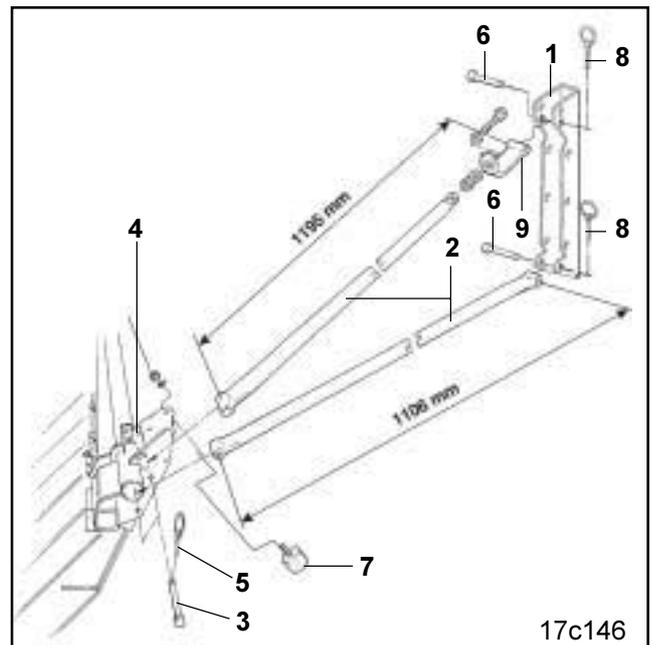
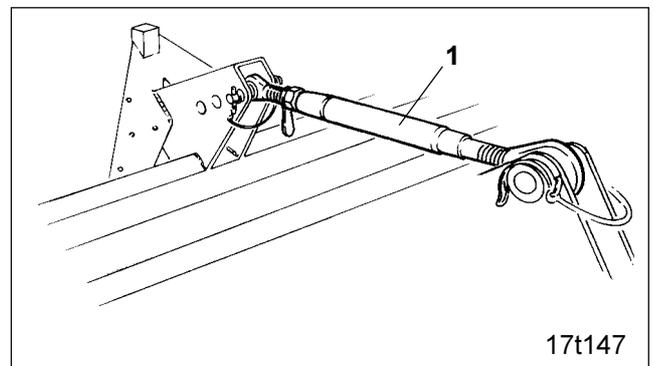

Fig. 25.3
Fig. 25.7
Taschen (Fig. 25.3/1) an den Seitenteilen der Sächiene anschrauben.
- Schwingmetallpuffer (Fig. 25.3/7) anschrauben.
- Halterohre (Fig. 25.3/2) mit Bolzen (Fig. 25.3/3) an den Halterungen (Fig. 25.3/4) des Exaktstriegels abstecken und mit Klapsteckern (Fig. 25.3/5) sichern.
- Halterohre (Fig. 25.3/2) mit Bolzen (Fig. 25.3/6) an den Taschen (Fig. 25.3/1) abstecken und mit Klapsteckern (Fig. 25.3/8) sichern.
Diese Einstellung erfolgt durch Verlängern oder Verkürzen des Oberlenkers (Fig. 25.7/1), mit dem die Säschiene befestigt ist.
Reicht der Verstellweg des Oberlenkers (Fig. 25.7/1) nicht aus, ist die Länge der oberen Halterohre an den Laschen (Fig. 25.3/9) zu verstellen.